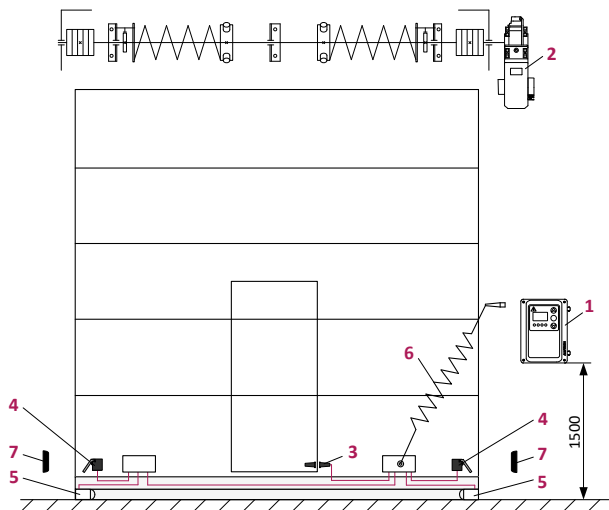

Рисунок 5. Типовая схема автоматизации промышленных ворот
- Определите место, в которое будет установлено каждое устройство приводной системы. Пример типовой схемы автоматизации секционных сбалансированных промышленных ворот с калиткой для импульсного или автоматического режимов работы — Рисунок 5. Места установки устройств управления определите вместе с пользователем (владельцем).